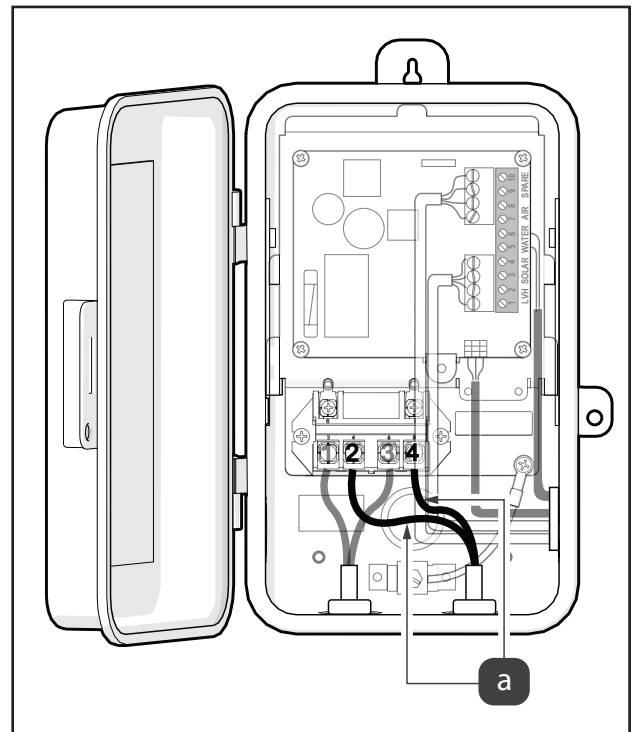

Figure 4. Connectez les câbles de la charge d'entrée
9. Branchez une entrée « Load » depuis la borne 2 et l'autre vers la borne 4, reportez-vous à la Figure 4 (a).